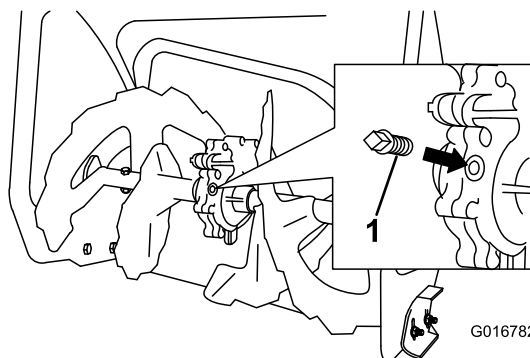

Figura 30
2. Curățați zona din jurul dopului de țeavă (Figura 30).